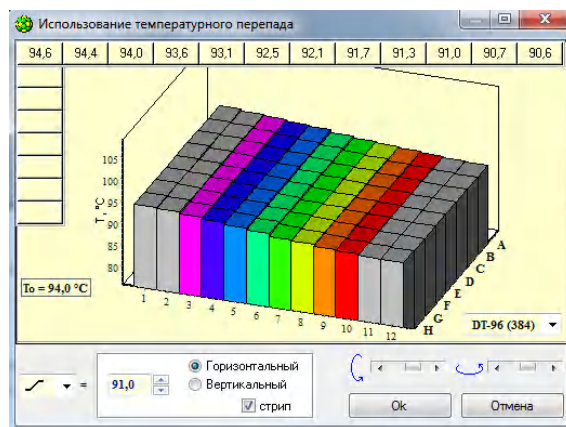

Рис.39 Горизонтальный градиент с опцией «стрип»
4. Для ввода градиента в окошках = выбрать символ градиента и ввести температуру переднего края матрицы при выборе вертикального градиента, или правого края матрицы при выборе горизонтального градиента (Рис.39, 40).
При выборе горизонтального градиента можно выставить опцию **стрип**, получив при этом поле матрицы 8x8 с улучшенной линейностью градиента (цветная область на Рис.39).